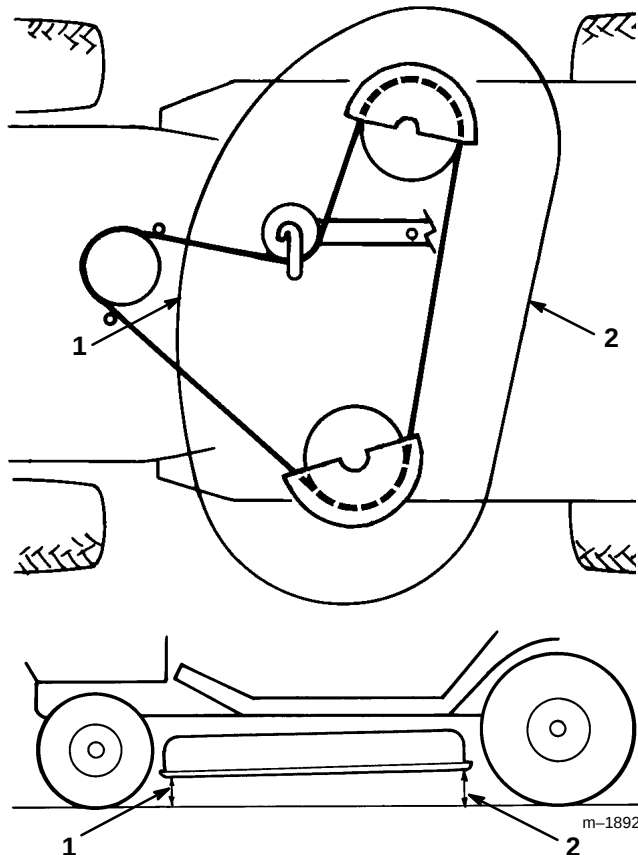

Abbildung 51
4. Zur Kontrolle der Schnittmesserneigung in Längsrichtung den Abstand zwischen der Mähdeckunterseite (Mitte vorne und Mitte hinten) und der ebenen Oberfläche messen (Abb. 51). Wenn die Vorderseite nicht 3,5mm–10,5mm (1/8–3/8") tiefer liegt als die Hinterseite, ist eine Einstellung erforderlich.
7. Nachdem beide Ringschrauben-Sicherungsmuttern gleichmäßig eingestellt worden sind, die Schnittmesserneigung in Längsrichtung erneut kontrollieren. Mit der Einstellung der Ringschrauben fortfahren, bis die vordere Schnittmesserspitze 0-9,2 mm (0-3/8") tiefer liegt als die hintere Spitze (Abb. 51).